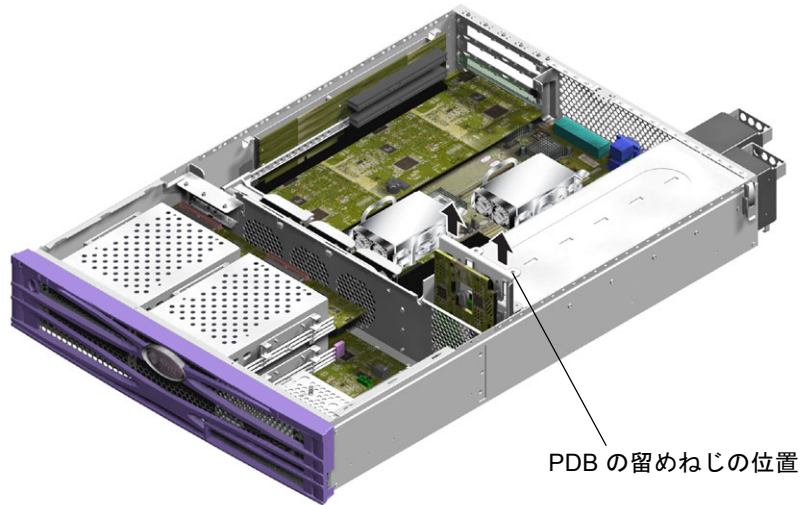

図 1-15 配電盤の取り外し (Sun Fire V240)
6. PDB から外れるところまで、シャーシから 1 つまたは複数の PSU を引き出します (図 1-15)。
7. PDB 部品を所定の位置に固定している留めねじを外します (図 1-15)。